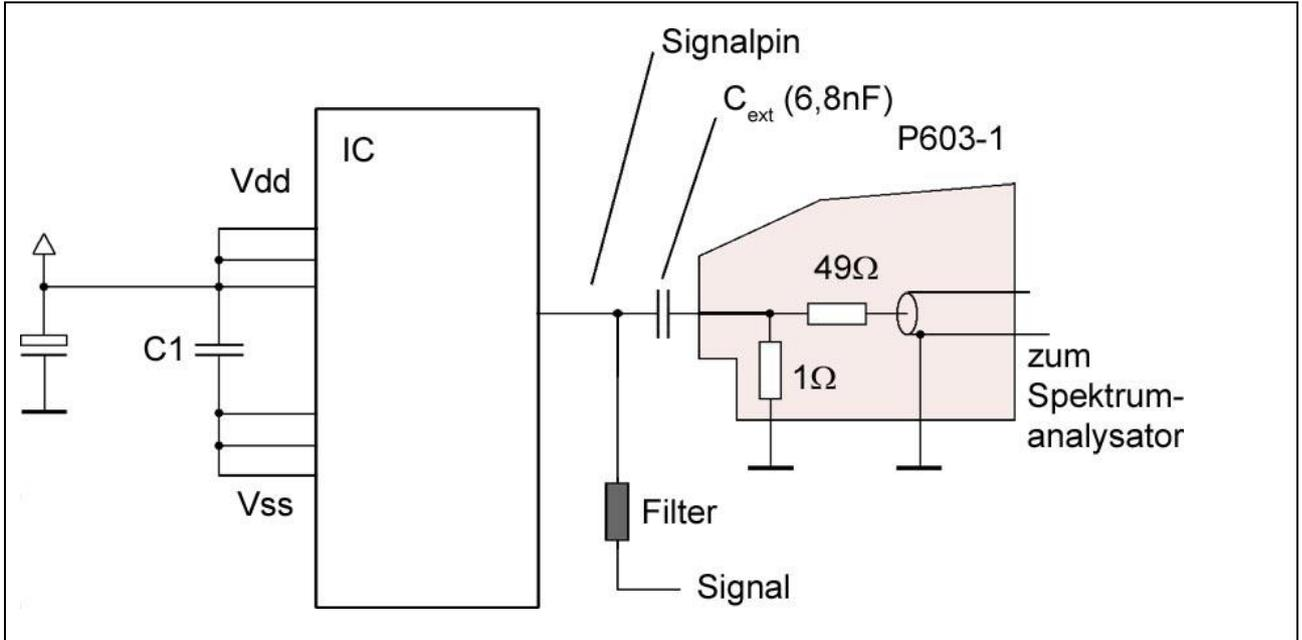

Bild 9: Probe P603-1, Strommessung an einem unter Funktion stehenden Signalpin
5. Strommessung (P603-1) an einem unter Funktion stehenden Signalpin (mit externer Kapazität), **Bild 9**
Für die Strommessung an Signalpins kann durch den externen Kondensator C_{ext} die Belastung des Signalpins durch die niedrige Impedanz der Probe (1 Ohm) vermindert werden (**Bild 9**).